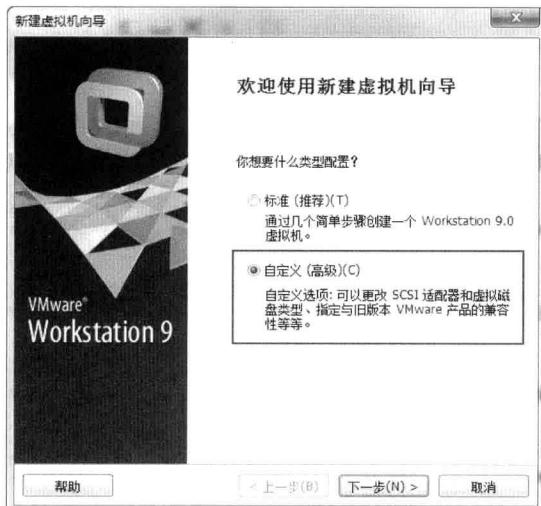
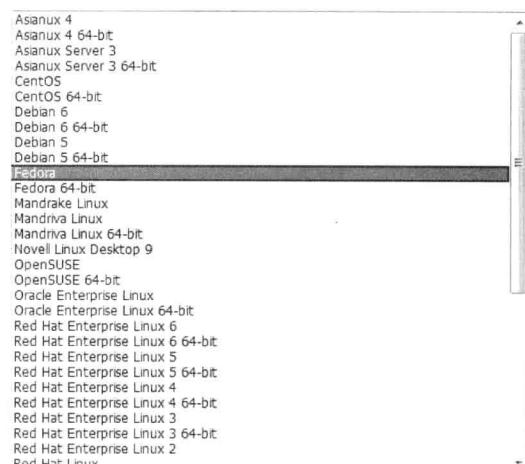

图 2.2 虚拟机配置
图 2.3 Linux 安装版本选择
- (1) 准备安装系统软件 Fedora-Live-Desktop-i686-19-1.iso，可以在网上下载。
- (2) 运行 VMware，选择“文件”|“新建虚拟机”命令，或者直接单击“新建虚拟机”图标。
- (3) 在“新建虚拟机向导”窗口中选择“自定义”选项，如图 2.2 所示。
- (4) 虚拟机硬件兼容性窗口按默认选择安装。
- (5) 在“安装客户机操作系统”窗口中，选择“我以后再安装操作系统”选项。
- (6) 在选择客户机操作系统的时候选择 Linux 选项。在“版本”下拉菜单中选择准备安装的 Linux 版本。这里使用的是 Fedora 选项，如图 2.3 所示。
- (7) 单击“下一步”按钮，进入主题为虚拟机取名称的对话框。在此对话框中为安装的虚拟机取名字，同时确定安装路径，注意选择安装的分区应该有足够的空间安装 Linux 系统。因为在后面还要安装 Linux 源码树，所以建议安装在一个有 8GB~10GB 空闲空间的分区上。
- (8) 单击“下一步”按钮，进入处理器配置对话框，在其中根据实际情况选择处理器